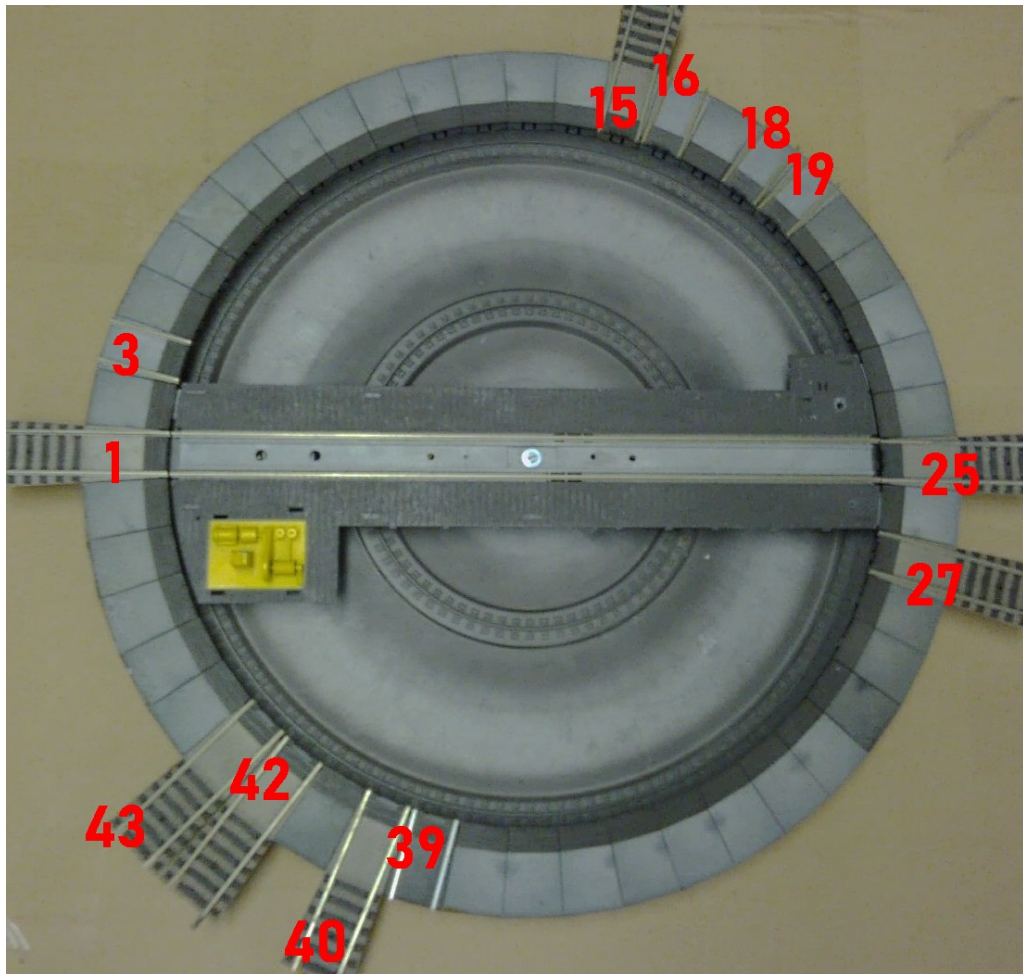

Abbildung 4: Beispiel-Drehscheibe
**Tabelle 1: aktive Gleise und sich daraus ergebende inaktive Abgänge (das sind die Gleise gegenüber eines aktiven Gleises) entsprechend Abbildung 4**